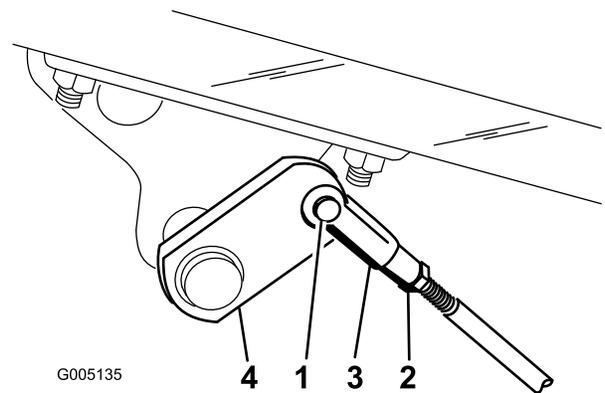

図 54
2. ブレーキが片効きであれば、コッターピンとクレビスピンを外して、ブレーキロッドを外す (図 54)。
3. ジャムナットをゆるめ、クレビスを調整する (図 54)。
4. クレビスをシャフトに取り付ける (図 54)。